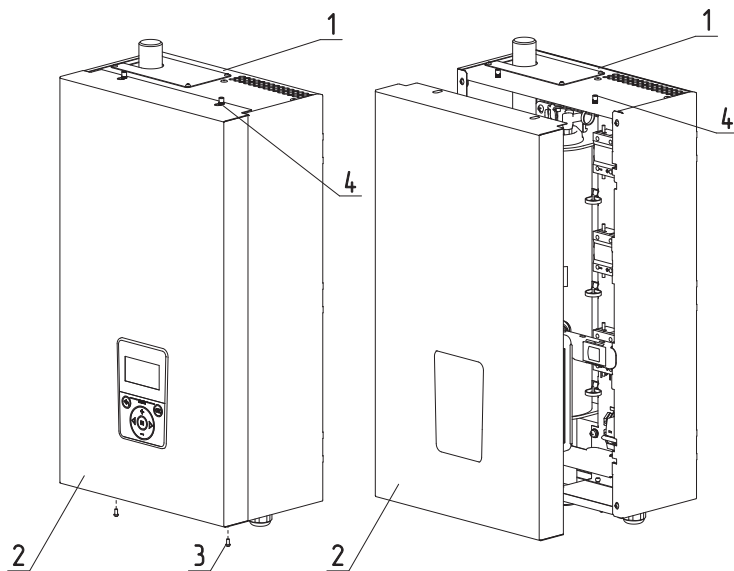

Рис.19 Снятие кожуха
- выкрутить болты крепления (Рис.19, поз.3);
- переместить кожух вверх, сняв с зацепов (Рис.19, поз.4);